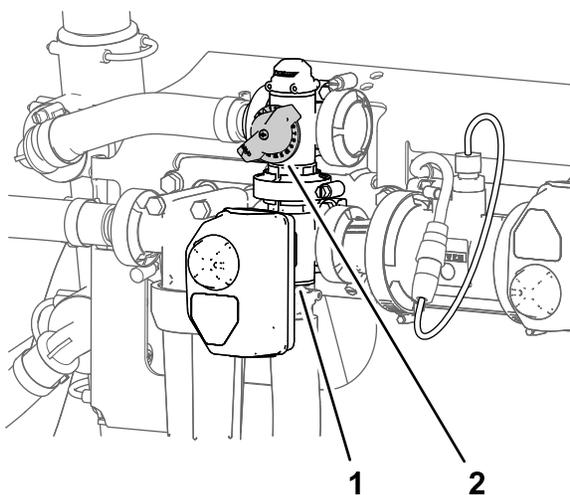

Figura 35
11. Ajuste la válvula de desvío de agitación (Figura 35), situada en la parte trasera de la válvula de agitación, hasta que la presión del sistema de fumigación indicada en el manómetro sea de 6.89 bar (100 psi).